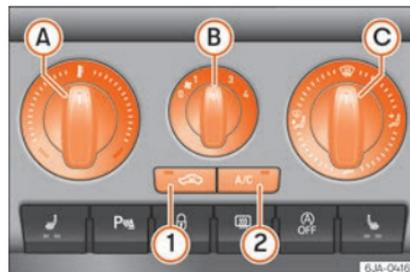

Fig. 169 Climatizzatore: elementi di comando.
L'impianto di raffreddamento funziona solo se è premuto il tasto **A/C** **2** » » fig. 169 e vengono soddisfatte le seguenti condizioni:
- La temperatura aumenta ruotando il comando **A** » » fig. 169 verso destra.
- Azionare il ventilatore, ruotando il comando **B** » » fig. 169 fra le posizioni da 1 a 4.
- Ruotando il comando **C** » » fig. 169, si regola l'afflusso d'aria alle rispettive bocchette » » pag. 156.
- Premendo il tasto **A/C** **2** » » fig. 169 la spia all'interno del tasto si accende.
Se la manopola **C** » » fig. 169 è in posizione di sbrinamento, la sponda di ricircolo sarà sempre aperta (spia spenta).
- Premere il tasto **1** » » fig. 169, la spia del tasto si accende indicando l'attivazione del ricircolo dell'aria interna del veicolo.